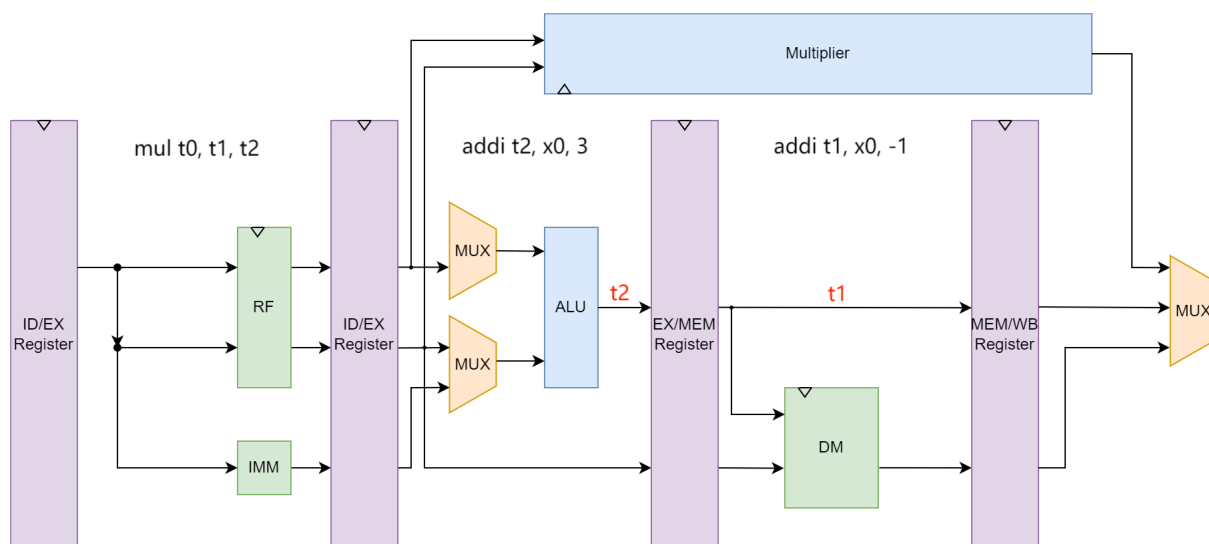

图 1: 第三小问数据通路示意图
(3) 如图 1 所示，此时 t1 位于 MEM 段 alu_ans 中，t2 位于 EX 段 alu_ans 中。